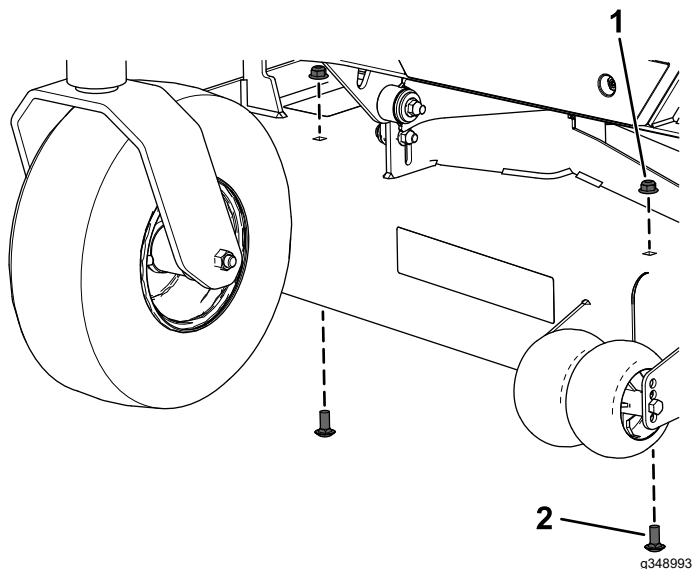

Figura 3
2. Rimuovete i 2 bulloni a testa tonda e i 2 dadi di bloccaggio nella parte anteriore del piatto (Figura 3).